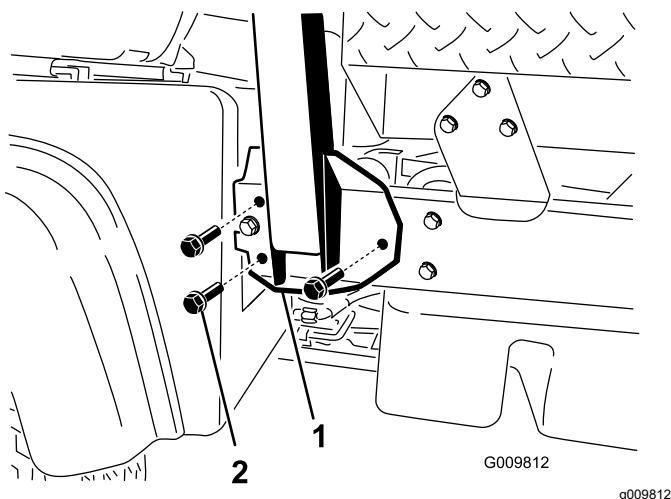

Figura 4
2. Allineare ciascun lato del roll bar con i fori di montaggio su ciascun lato del telaio della macchina (Figura 4).
3. Fissare la staffa di montaggio del roll bar al telaio della macchina con 3 bulloni a testa flangiata ($\frac{1}{2}$ " x $1\frac{1}{4}$ ") su entrambi i lati (Figura 4).